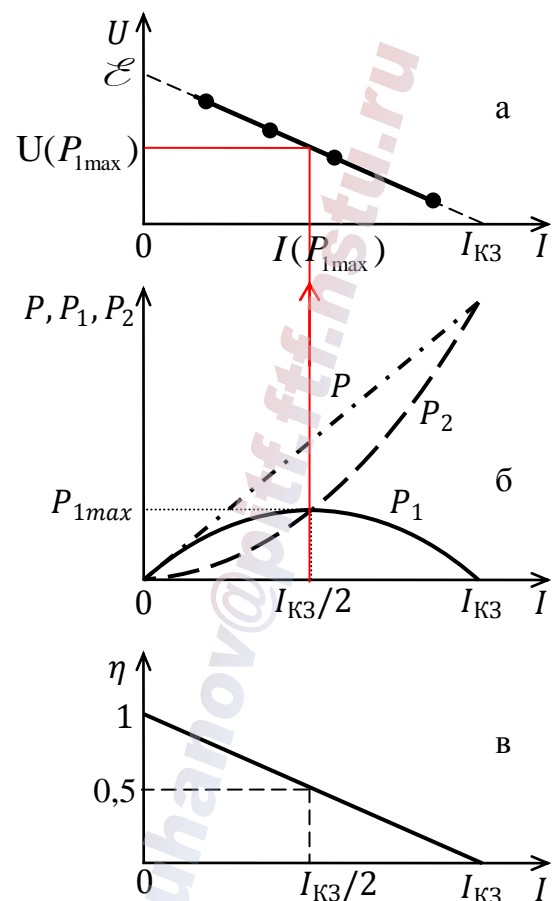

Рис. 2
является линейной функцией (рис. 2а).
Видно, что полезная мощность - квадратичная функция тока. Нули параболы $P_1(I)$ - это точки $I = 0$ и $U = 0$. Максимальное значение полезной мощности, вершина параболы, лежит посередине между нулями (Рис. 2б), т.е. при
При этом, очевидно, $P_1 = P_2$. Мощность потерь пропорциональна квадрату тока, следовательно, при максимальном токе I_{K3} она вчетверо больше, чем при токе $I_{K3}/2$, и равна полной мощности P , т.к. $P_1(I_{K3}) = 0$. Полная мощность $P = I\mathcal{E}$ – линейная функция тока. Все три графика мощности показаны на рис. 2б.
Видно, что КПД зависит от тока линейно (Рис. 2в). При оптимальной нагрузке, т.е. при $I(P_1 = \text{max}) = I_{K3}/2 = \mathcal{E}/2r$, КПД равен 50 %. Действительно, при $R = r$ выделяется одинаковая тепловая мощность внутри источника и на нагрузке.
10. Рассчитать внутреннее сопротивление r по формуле (6).
11. По первичным результатам измерений I и U рассчитать и записать в таблицу измерений полезную мощность $P_1 = IU$. Сделать вывод, подтверждается ли квадратичная зависимость полезной мощности от тока (рис. 2б). Рассчитать мощность потерь $P_2 = I^2 r$ и полную мощность $P = P_1 + P_2$. На одном рисунке построить графики P_1 , P_2 и P в зависимости от тока. Масштаб на оси тока должен быть таким же, как и на графике ВАХ. Проверить, подтверждается ли теоретический вывод о линейной зависимости полной мощности от тока.
12. По графику P_1 определить ток максимальной полезной мощности $I(P_1 = \max)$, сравнить его с $I_{K3}/2$ (9). Обратный переход от графика мощности к ВАХ показан на рис. 2 красными линиями. Для $I(P_1 = \max)$ по ВАХ графически определить напряжение на нагрузке $U(P_1 = \max)$, а по нему рассчитать оптимальное сопротивление нагрузки $R(P_1 = \max)$. Сравнить его с внутренним сопротивлением источника r , полученным в п. 10.
13. По (11) построить график КПД источника и определить по нему КПД при $I(P_1 = \max)$. Сравнить его с теоретическим значением.